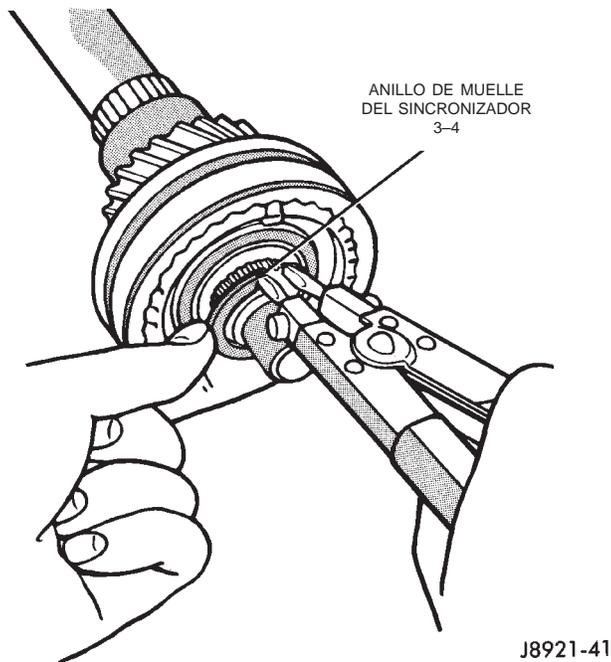

Fig. 116 Desmontaje del anillo de muelle del sincronizador 3-4
(11) Retire del eje transmisor o el engranaje de segunda velocidad el cojinete de rodillos de agujas del engranaje de segunda velocidad.
(12) Retire el anillo de muelle de ajuste selectivo que fija el sincronizador 3-4 al eje transmisor (Fig. 116).